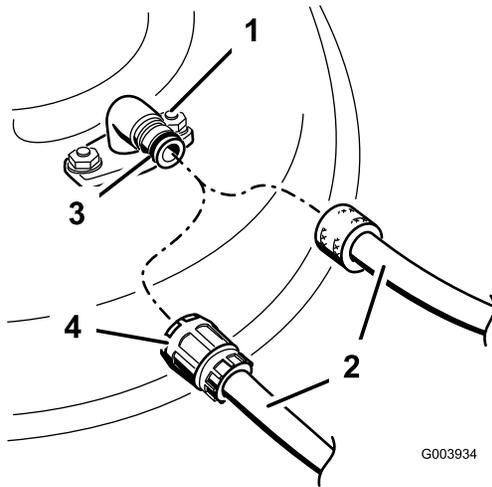

Figure 58
3. Vissez le raccord de lavage à l'embout de lavage du plateau de coupe et ouvrez l'eau en grand (Figure 58).